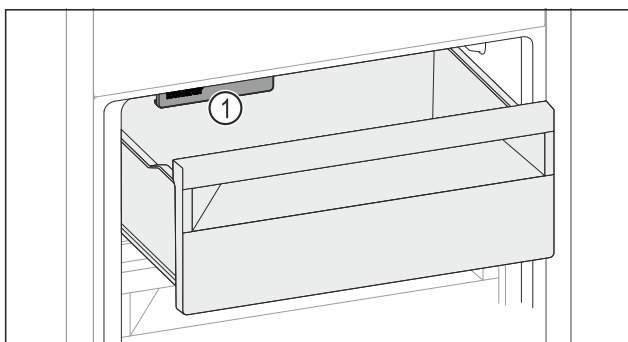

Fig. 116
- ▶ IceMaker *Fig. 116 (1)* berücksichtigen.